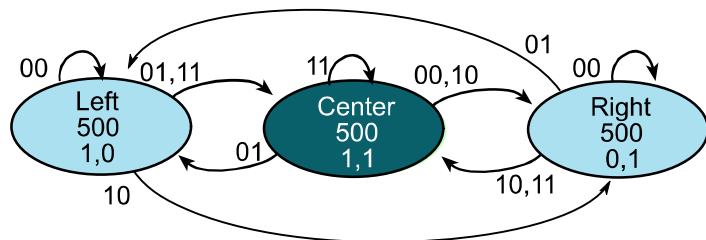
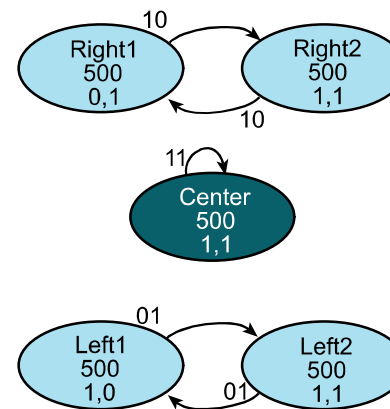

图1. 摩尔 FSM 状态图实现循线。每个状态的时间以 1ms 为单位显示。
图3. 扩展的 FSM 状态图。每个状态的时间以 1 毫秒为单位显示。
**Lab\_FSM** 起始项目实现了图 1 中所示的三态 FSM, 我们可以使用它来实现循线跟踪机器人。每个状态等待的时间是 500ms。在真实的机器人上, 我们将这些延迟时间设置得更短, 具体取决于机械机器人对执行器命令的响应速度。但是, 在本实验中, 选择 500 ms 以便于用眼睛轻松查看输出。
1) 如果机器人向左偏离一点（输入为 01，机器人在左边状态和中心状态之间摆动），那么图 1 中的 FSM 会混淆（有一个错误），然后完全离开左边的线（输入是 00）。在这台机器上，如果当它离开线路时碰巧处于中心状态，即使机器人向左移动，它也会错误地移动到右边状态。您将通过实现两个左侧状态来解决此问题（因此当稍微离开时它会在两个左侧状态之间摆动）。为了对称，你也将实现两个右边的状态。图 3 显示了部分解决方案。如果输入为 11，则输出应保持为 11。如果输入转到 01（它有点偏左），则输出应切换 1,0 $\leftrightarrow$ 1,1 引起轻微右转。同样的，如果输入变为 10（它有点偏右），那么输出应该切换 0,1 $\leftrightarrow$ 1,1 引起轻微左转。
解决方案应该有大约 11 个状态（图 3 中的 5 个状态，右边 3 个状态，左边 3 个状态）。只要你有 9 个或更多的状态，随意做出假设或改变机器的确切行为。该实验的目的是用状态转换图描述系统的完整行为，然后使用非常简单的 FSM 控制器实现该行为。FSM 控制器应该没有条件分支状态说明。